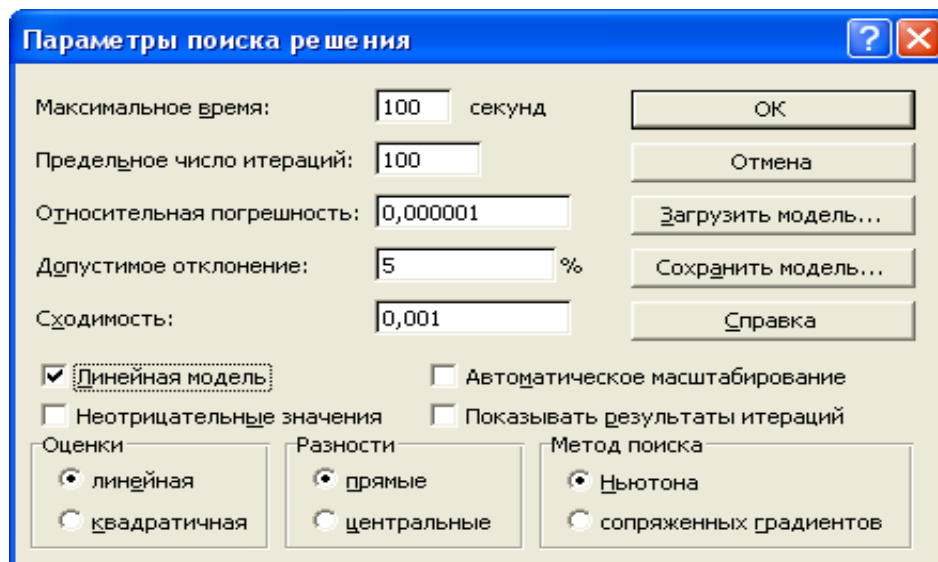

Рис.17. Сохраняемые параметры решения
- Заполнить поля в диалоговом окне **Параметры поиска решения** (Solver Options) значениями, которые следует сохранить (рис.17.).